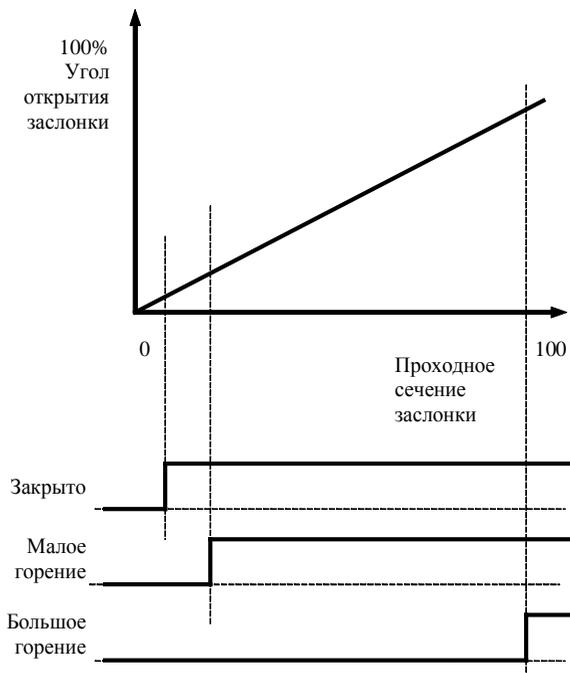

Рисунок 1
- 7.3 При настройке положения концевых выключателей МЭО следует иметь в виду, что замкнутому состоянию контакта соответствует большее сечение проходного отверстия трубопровода так, как это проиллюстрировано на рис.1.